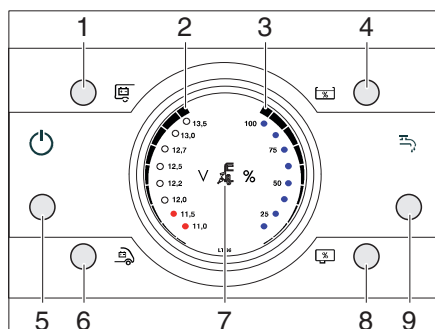

Fig. 251 Panel LT 96
La luz de control de 230 V (Fig. 251,7) se enciende cuando hay tensión de red en la entrada del bloque eléctrico.
El interruptor principal de 12 V (Fig. 251,1) conecta y desconecta el panel y la alimentación de 12 V del habitáculo.
- Pulsar brevemente la tecla Interruptor principal de 12 V (Fig. 251,1). La alimentación de 12 V del habitáculo está conectada. El LED de control se enciende.
- Pulsar brevemente la tecla Interruptor principal de 12 V (Fig. 251,1). La alimentación de 12 V del habitáculo está desconectada. El LED de control se apaga.
Con las teclas Batería del habitáculo (Fig. 251,1) y Batería del motor de arranque (Fig. 251,6) se muestra el estado de carga de la batería restante en la pantalla.
- Pulsar la tecla Batería del habitáculo (Fig. 251,1).
Se muestra la carga de la batería (Fig. 251,2).
- Pulsar la tecla Batería del motor de arranque (Fig. 251,6).
Con las teclas Nivel de llenado depósito de agua (Fig. 251,4) y Nivel de llenado depósito de aguas residuales (Fig. 251,8) se pueden mostrar la cantidad de agua y la cantidad de las aguas residuales.
- Pulsar la tecla Nivel de llenado depósito de agua (Fig. 251,4).
Se muestra el nivel de llenado del depósito de agua (Fig. 251,3).
- Pulsar la tecla Nivel de llenado depósito de aguas residuales (Fig. 251,8).
Se muestra el nivel de llenado del depósito de aguas residuales (Fig. 251,3).
Con la tecla Bomba de agua ON / OFF (Fig. 251,9) se puede activar o desactivar la bomba de agua. El cambio real en la bomba de agua es cuando se abre un grifo de agua con la bomba de agua activada. Si la bomba de agua está desactivada, la bomba de agua permanece también apagada al abrir un grifo de agua.
- Pulsar brevemente la tecla Bomba de agua ON / OFF (Fig. 251,9).
El LED "11,0 V" en el visualizador (Fig. 251,2) parpadea cuando la tensión de la batería cae por debajo de 11 V (medición durante la operación) y por lo tanto pone en peligro con la descarga total.